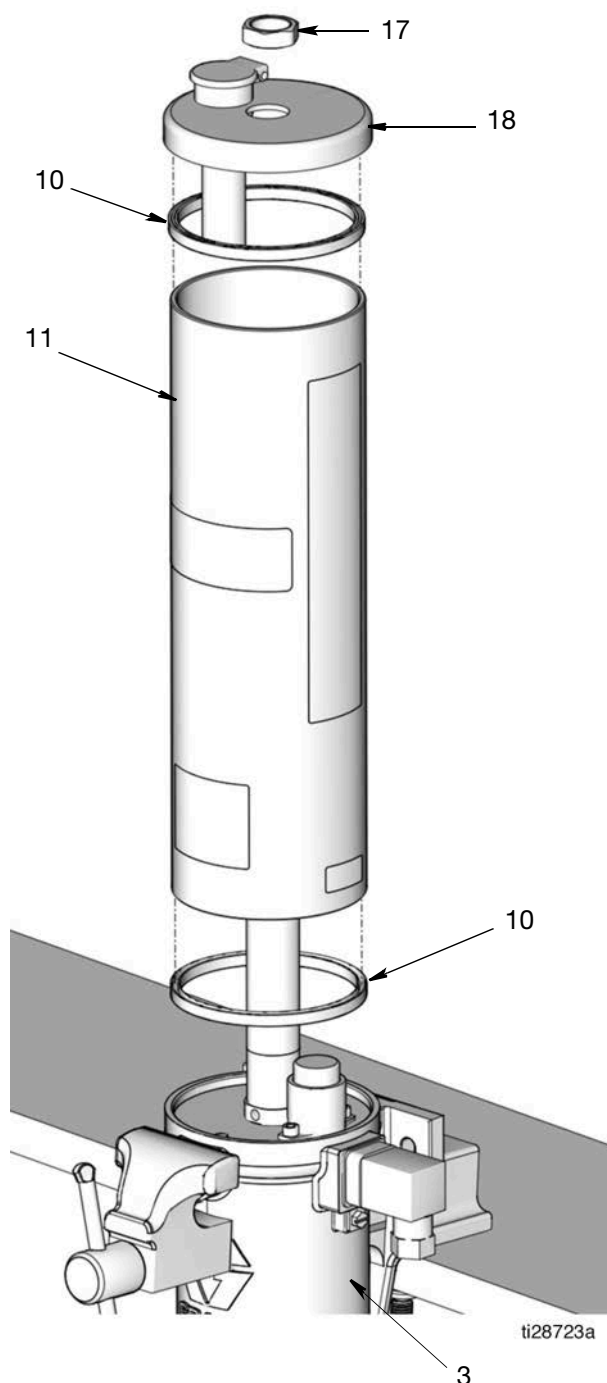

FIG. 15
10. Enlever le couvercle (18) du réservoir (11).
11. Enlever le réservoir (11) du corps (3) du moteur pneumatique (FIG. 15). En cas de remplacement des joints (10) du réservoir, déposer les joints du réservoir. Jeter les joints en observant toutes les réglementations en matière.